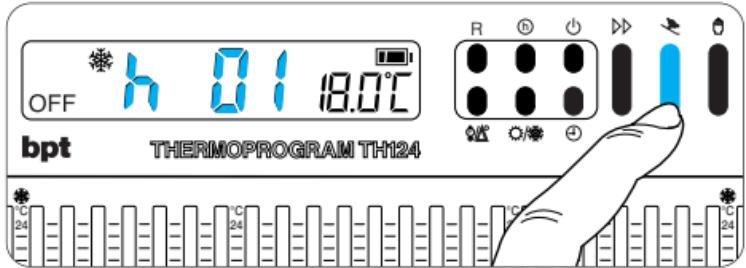

Fig. 39
13.2 - Premere il pulsante (fig. 39).